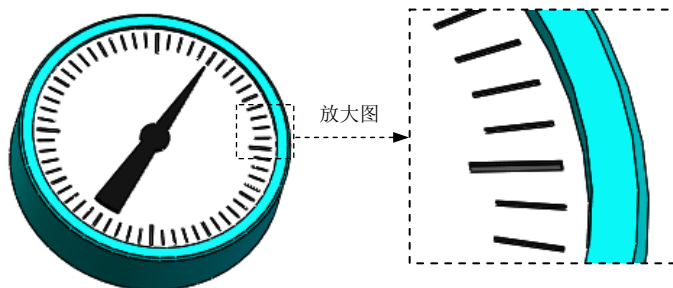

图 13.3.5 尽量减少不必要细节特征建模
(3) 尽量减少不必要细节特征建模（图 13.3.5）。这一点对系统性能的提升有很大帮助。打开随书光盘文件 D:\sw15\work\ch13.03\appearance.SLDPRT，以供参考。